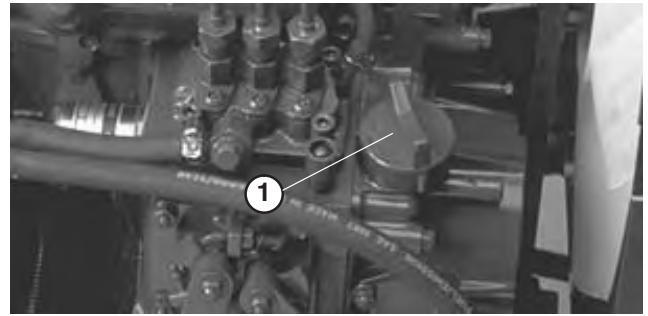

Bild 26
3. Entfernen Sie bei niedrigem Ölstand den Ölfülldeckel (Bild 26), gießen Sie langsam kleinere Ölmengen ein und prüfen Sie den Stand regelmäßig, bis die „Voll“-Marke am Peilstab erreicht wird.